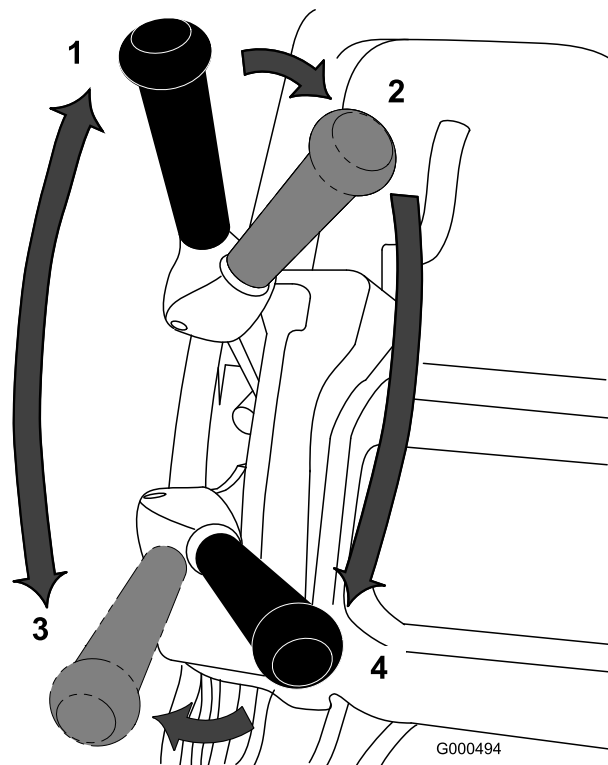

Figure 38
1. Démarrez le moteur, réduisez le régime moteur, appuyez sur le guidon pour lever l'unité de coupe, appuyez sur la commande de présence de l'utilisateur, amenez les leviers de commande de déplacement et d'engagement du cylindre en position AVANT (transport) et transportez la machine à la lisière du green (Figure 38).
2. Placez le levier à la position POINT MORT (Figure 38).
3. Amenez le levier de commande de déplacement à la position POINT MORT et le levier de commande du cylindre à la position DÉSENGAGÉE (Figure 38).
4. Amenez le levier de commande de déplacement en position AVANT et le levier de commande du cylindre en position ENGAGÉE (Figure 38), augmentez le régime moteur jusqu'à ce que la machine se déplace à la vitesse voulue, puis conduisez la machine jusqu'au green, abaissez l'unité de coupe au sol et commencez à tondre.